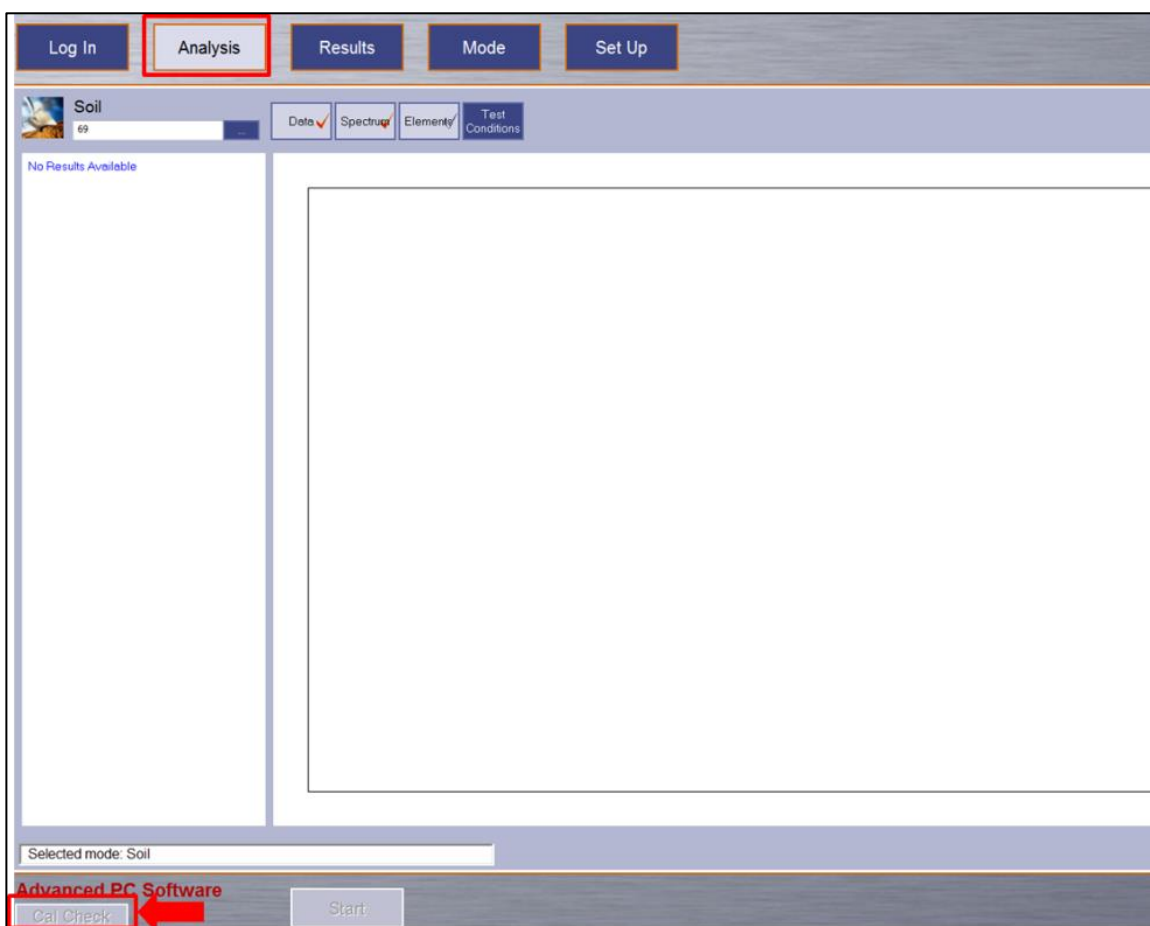

Figura 22 – Imagem mostrando a tela com ícone *Cal Check*.
- Sempre que for iniciar as análises do dia fazer a calibração com o *Cal Check* da seguinte maneira. O *Cal Check* deve ser feito usando o disco de metal que acompanha o equipamento (*Cal Check Coupon*). Coloque o disco de metal dentro do Workstation cobrindo o feixe do FRXp. Na janela do *Analysis* vai aparecer no canto inferior esquerdo a opção *Cal Check*. Quando fechar a tampa do *Workstation*, essa opção vai ficar habilitada e assim pode ser iniciada a calibração clicando no ícone *Cal Check* (Figura 22). Aguardar por alguns segundos a calibração até aparecer a mensagem *Cal Check - Passed*. Caso apareça a mensagem *Failed* reiniciar o sistema e repetir os procedimentos. Assim o aparelho está pronto para iniciar os procedimentos das leituras nas amostras.